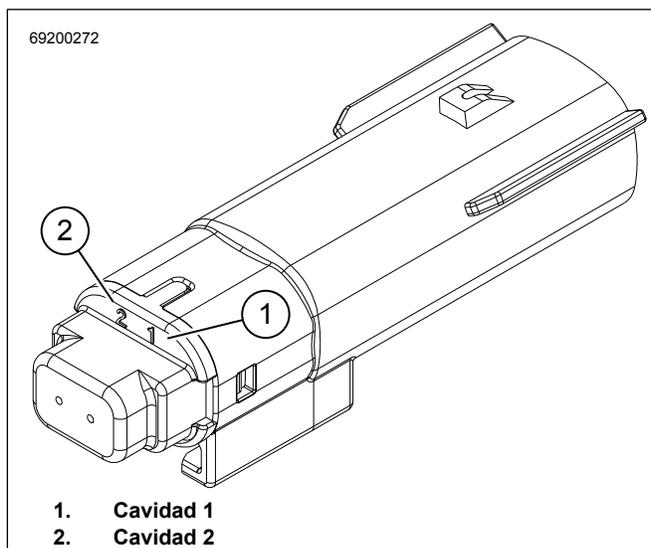

Figura 5. Conector de 2 pasadores 69200272
3. Consulte la Figura 5. Instale el pasador de terminal blanco/rosado en la cavidad 1 del conector [69200272].